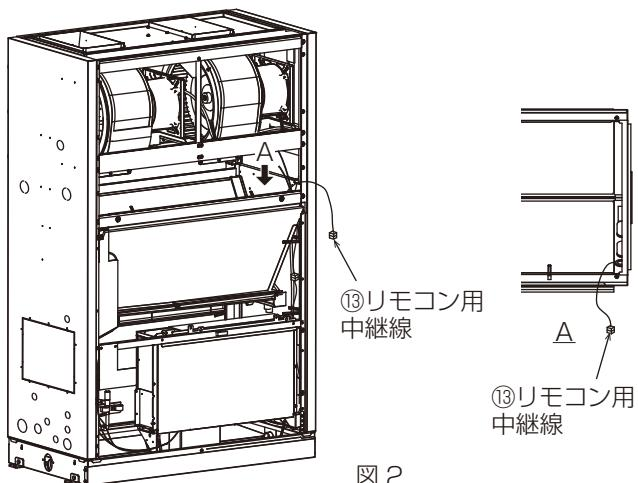

図 2
- 1) 2-1 で外したコネクタと⑬リモコン用中継線を接続してください。
- 2) 接続した配線は、図 2 のようにゴムブッシュを通して、前側まで引き出しておいてください。